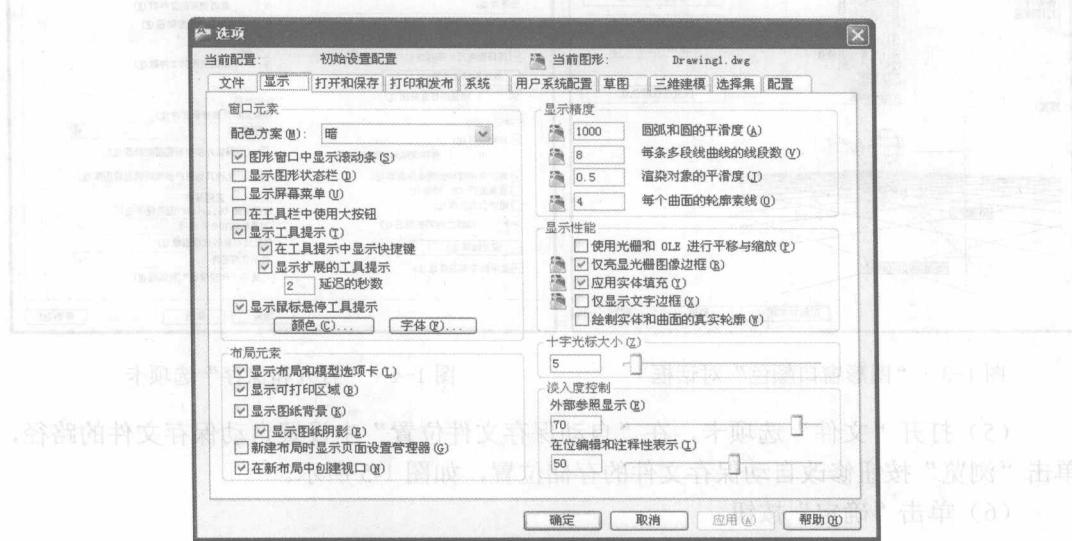

图 1-2 “选项”对话框中的“显示”选项卡
改变光标大小的方法为：在绘图区右击，在弹出的右键菜单中选择“选项”命令，弹出“选项”对话框。单击“显示”选项卡，在“十字光标大小”文本框中直接输入数值，或者拖动文本框后的滑块，即可以对十字光标的大小进行调整，如图 1-2 所示。
(1) 在图 1-2 所示的“显示”选项卡中单击“窗口元素”选项组中的“颜色”按钮，弹出如图 1-3 所示的“图形窗口颜色”对话框。
(2) 单击“图形窗口颜色”对话框中“颜色”字样右侧的下拉箭头，在打开的下拉列表中，选择需要的窗口颜色，然后单击“应用并关闭”按钮，此时 AutoCAD 的绘图窗口变成了窗口背景色，通常按视觉习惯选择白色为窗口颜色。